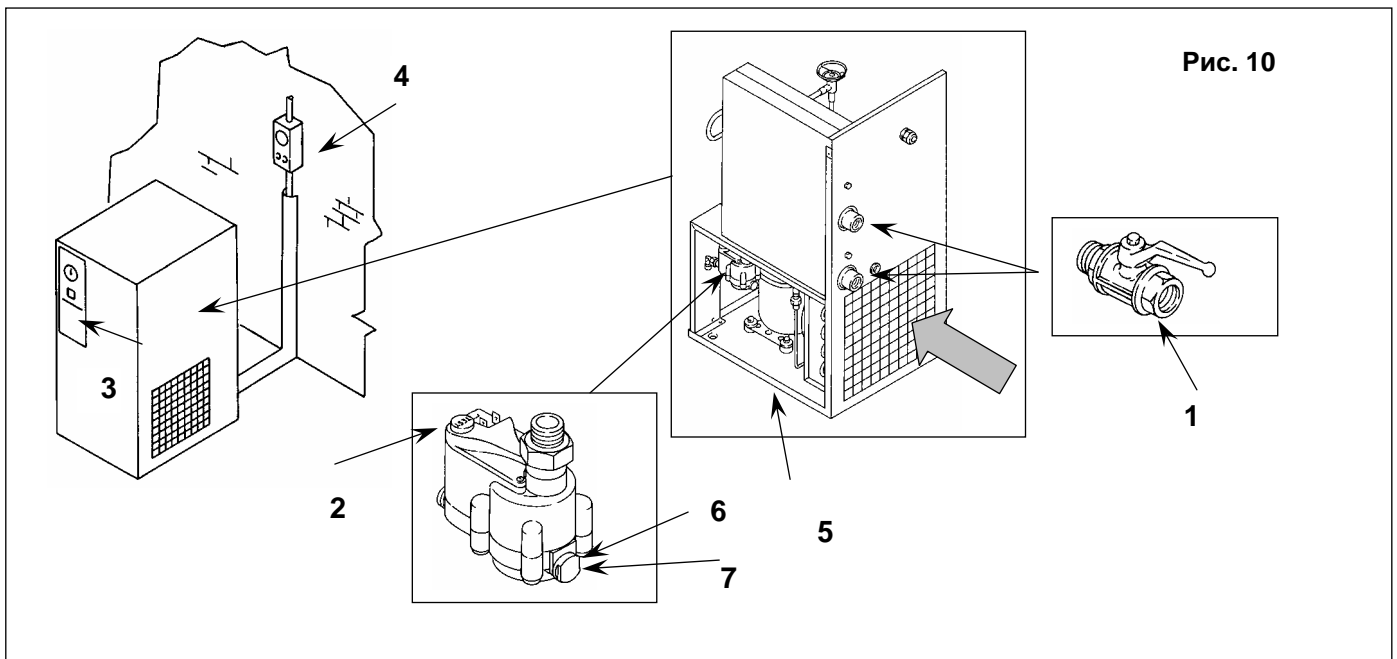

Рис. 10
15.2 ОЧИСТКА ВЫПУСКНОГО ФИЛЬТРА АВТОМАТИЧЕСКОГО КОНДЕНСАТОРА (рис. 10)
- Закройте кран 1 (рис. 10).
- Сбросьте давление в осушителе, нажав кнопку TEST дренажа конденсата, расположенную на водоотводчике 2 (рис. 10).
- Выключите машину кнопкой 3 (рис. 10).
- Включите автоматический дифференциальный выключатель подачи 4 (рис. 10).
15.3 ОЧИСТКА КОНДЕНСАТОРА (рис. 10)
- Снимите панели 5 (рис. 10).
- Очистите ребра конденсатора 1 сжатым воздухом (рис. 10). **НЕ ПРИМЕНЯЙТЕ ВОДУ ИЛИ РАСТВОРИТЕЛИ.**
- Установите панели 5 (рис. 10).